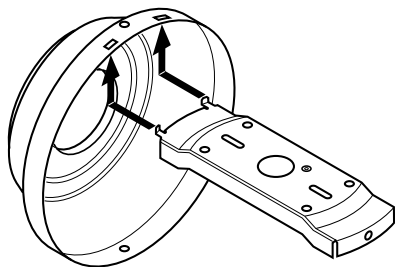

Figure 4a – Installation des crochets dans la plaque de plafond sur les fentes dans le pavillon
2. Inclinez et suspendez le ventilateur assemblé aux crochets de la plaque de plafond. Faites glisser les deux encoches rectangulaires du pavillon sur les crochets de la plaque de plafond comme indiqué aux figures 4a et 4b.